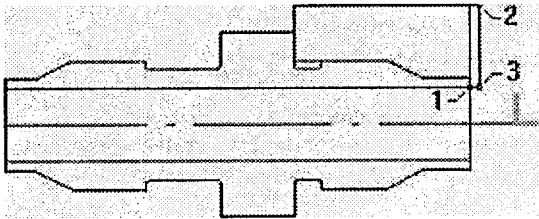

Рисунок 3.7 – Схема зміни положення початку системи координат
1. Перемістити курсор до осі симетрії (рис. 3.7).
2. Переходимо на вкладку «Место обработки». Натисніть кнопку «Добавить», виберіть «Х торца» і вкажіть точку 1 (рис. 3.7).
3. Натискаємо кнопку «D нач.» (початковий діаметр) і вкажіть точку 2 (рис. 3.7).